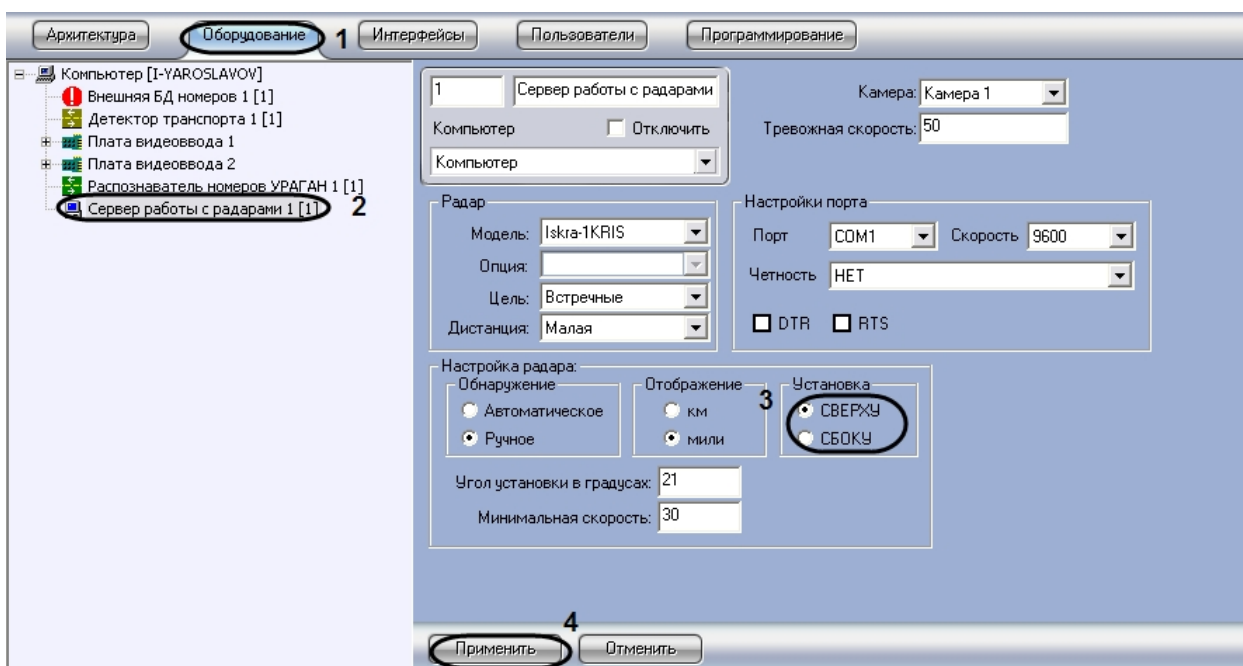

Рис. 59. Выбор параметров установки устройства «Радар» над полосой
2. В дереве объектов на вкладке «Оборудование» выбрать объект «Сервер работы с радаром», соответствующий настраиваемому программному модулю «Радар». В правой части вкладки «Оборудование» отобразится панель настройки выбранного объекта (см. Рис. 59).